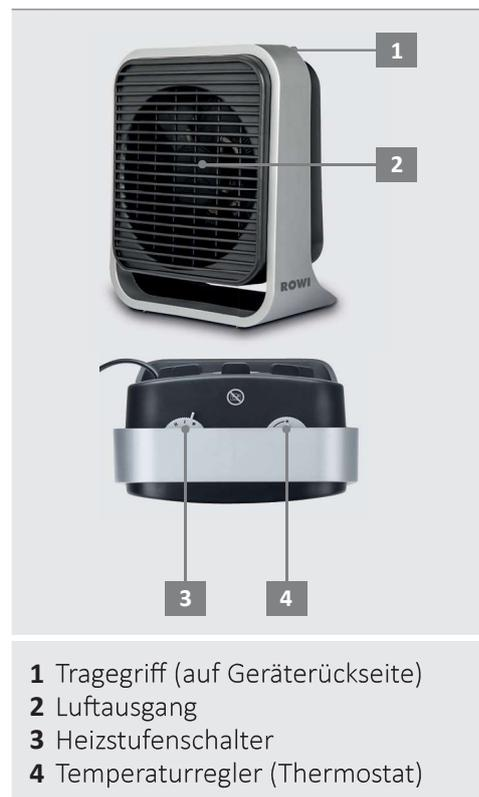

Abb.1: Geräteübersicht
1. Vergewissern Sie sich, dass der **Heizstufenschalter** (siehe Abb. 1, Nr. 3) auf „0“ steht. Schließen Sie dann den Heizlüfter an eine geerdete, durch einen FI-Schutzschalter abgesicherte Steckdose an. Stellen Sie sicher, dass
1. Stellen Sie zuerst den **Heizstufenschalter** (siehe Abb. 1, Nr. 3) auf **Ventilation** und belassen ihn dort für circa 30 Sekunden.
2. Stellen Sie den **Heizstufenschalter** (siehe Abb. 1, Nr. 3) auf Position „0“.